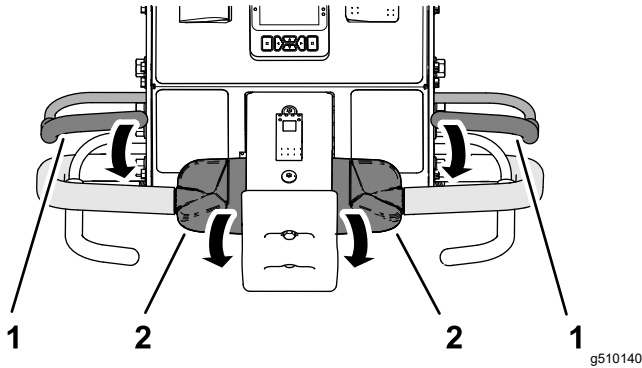

Figura 35
1. Premete una qualsiasi delle barre di presenza dell'operatore contro la maniglia e ruotate in avanti la parte superiore del comando di trazione (Figura 35).